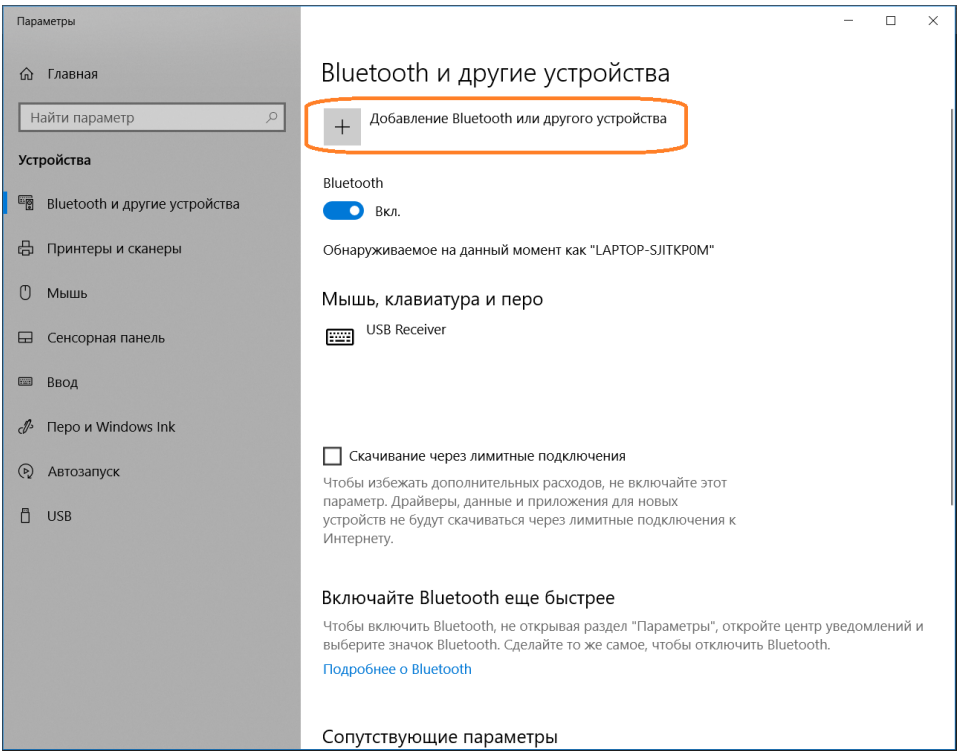

Рисунок 3.1 – Настройка подключения по Bluetooth
3.5.3 В открывшемся окне **Службы настройки Bluetooth** выберите «Добавление Bluetooth или другого устройства», как показано на рис. 3.1